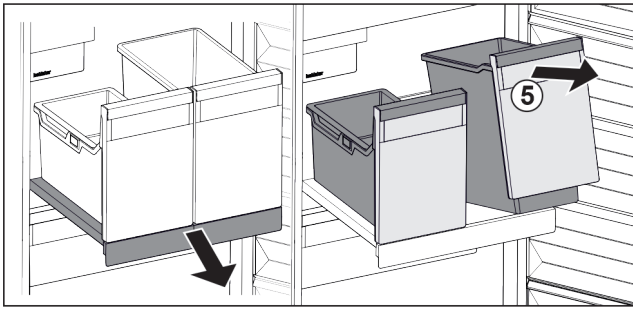

Fig. 104
- ▶ Nosta säiliötä Fig. 104 (5) edestä.